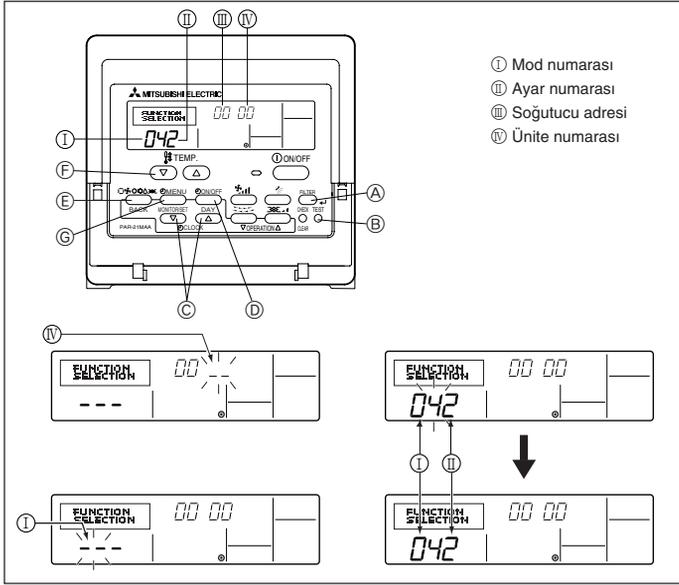

Fig. 6-8
1) Kablolu Uzaktan Kumanda için (Fig. 6-8)
- ① İşlev ayarı moduna geçin.